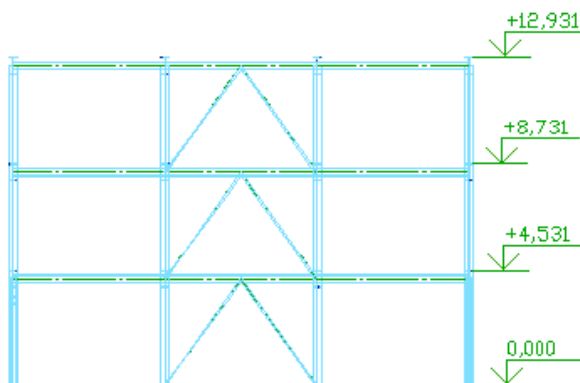

Рис.13.12. Продольный разрез схемы с высотными отметками
- После этого поочередно укажите курсором на верхнюю часть балок и на нижнюю часть колонны первого этажа. На рис.13.12 представлен продольный разрез схемы с установленными отметками.